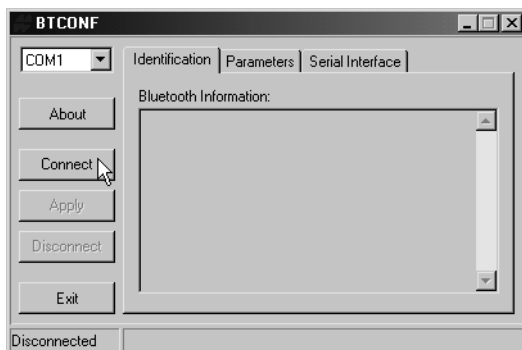

Figura 2-32. Seleccione el puerto de la comunicación y clic **Connect**
4. En la lista desplegable de la esquina superior derecha, seleccione el puerto de serie de la computadora (generalmente COM1) que se utiliza para la comunicación (Figura 2-32 en la página 2-43).
5. Haga clic en **Connect** para conectar la computadora y el módulo Bluetooth (Figura 2-32).